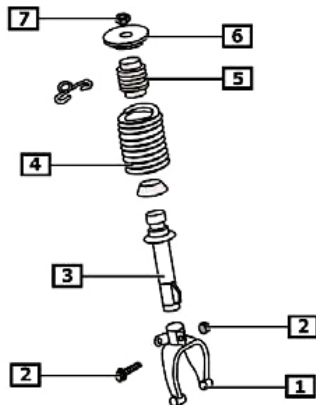
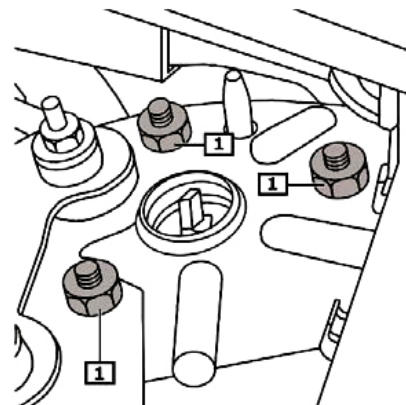

Fig. 2:
Fig. 3:
- **Fig. 2** Klemmverbindung (2) der Federbeingabel am Federbein lösen und mit Spezialwerkzeug aufspreizen.
- Federbeingabel vom Stoßdämpfer (3) trennen.
- **Fig. 3** Federbein gegenhalten.
- Obere Federbeinbefestigung (1) abschrauben.
- **Fig. 2** Loosen the clamp connection (2) between the suspension strut fork and the suspension strut, and spread it using a special tool.
- Remove suspension strut fork from shock absorber (3).
- **Fig. 3** Securely hold suspension strut.
- Unscrew upper suspension strut attachment (1).
- **Fig. 2** Desserrer la connexion de serrage (2) de la fourche de jambe de force sur la jambe de force et l'écartier avec un outil spécial.
- Séparer la fourche de jambe de force de l'amortisseur (3).
- **Fig. 3** Soutenir la jambe de force.
- Dévisser la fixation supérieure de la jambe de force (1).
- **Fig. 2** Soltar la unión de apriete (2) de la horquilla del amortiguador en el amortiguador y dilatar con la herramienta especial.
- Separar la horquilla del amortiguador (3).
- **Fig. 3** Contrarrestar el amortiguador.
- Desatornillar el tornillo de sujeción superior (1).
- **Fig. 2** Federbein in geeignete Haltevorrichtung klemmen.
- Fahrzeugfeder (4) mit Federspanner vorspannen bis Federbeinlager (6) frei beweglich ist.
- Federbein (3) aus Haltevorrichtung nehmen.
- Fahrzeugfeder (4) entspannen.
- **Fig. 2** Clamp suspension strut in suitable holding device.
- Use a spring tensioner to compress vehicle spring (4) until the suspension strut bearing (6) is freely movable.
- Take suspension strut (3) out of holding device.
- Relax vehicle spring (4).
- **Fig. 2** Insérer la jambe de force dans un dispositif de support approprié.
- Précontraindre le ressort du véhicule (4) avec le monte ressort jusqu'à ce que le palier de la jambe de force (6) se meuve librement.
- Enlever la jambe de force (3) du dispositif de support.
- Détendre le ressort du véhicule (4).
- **Fig. 2** Fijar el amortiguador en un dispositivo de sujeción apropiado.
- Pretensar el muelle (4) con un tensor hasta que el cojinete del amortiguador (6) pueda moverse libremente.